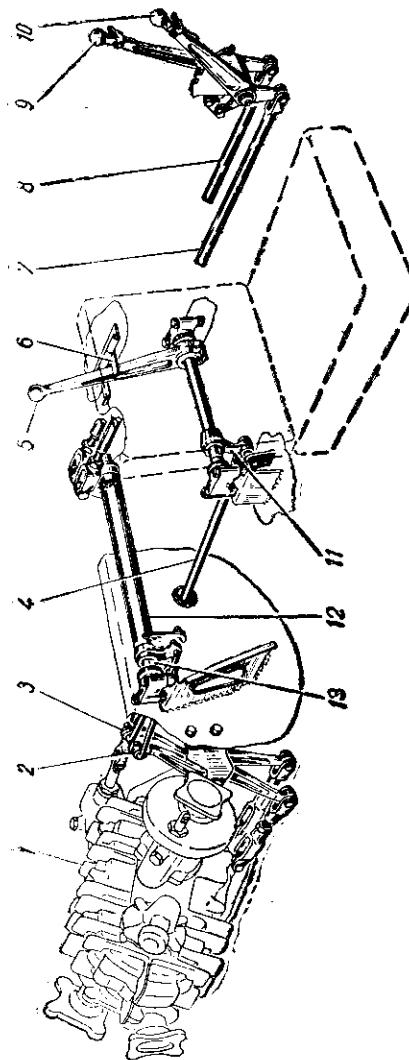

Рис. 37. Приводы переключения передач раздаточной коробки, включения переднего моста и дополнительных колес:
Приводы переключения передач раздаточной коробки, включения переднего моста и дополнительных колес показаны на рис. 37.
Включение дополнительных колес машины производится рычагом 5 (см. рис. 37). Рычаг имеет два положения: переднее, когда привод дополнительных колес включен, и заднее, когда привод выключен.
- поставьте рычаг 10 (рис. 37) включения переднего моста в фиксированное заднее (выключенное) положение, а рычаг 9 переключения передач раздаточной коробки — в среднее (нейтральное) положение;
— поднимите упор 6 (см. рис. 37) и, перемещая вперед рычаг 5, включите коробку отбора мощности на дополнительные колеса;